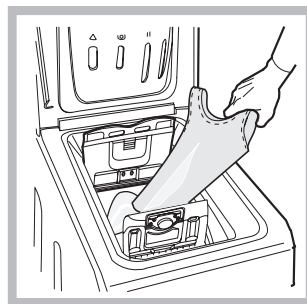

Fig. 3
C) Fyldning af Vasketøj (Fig. 3):